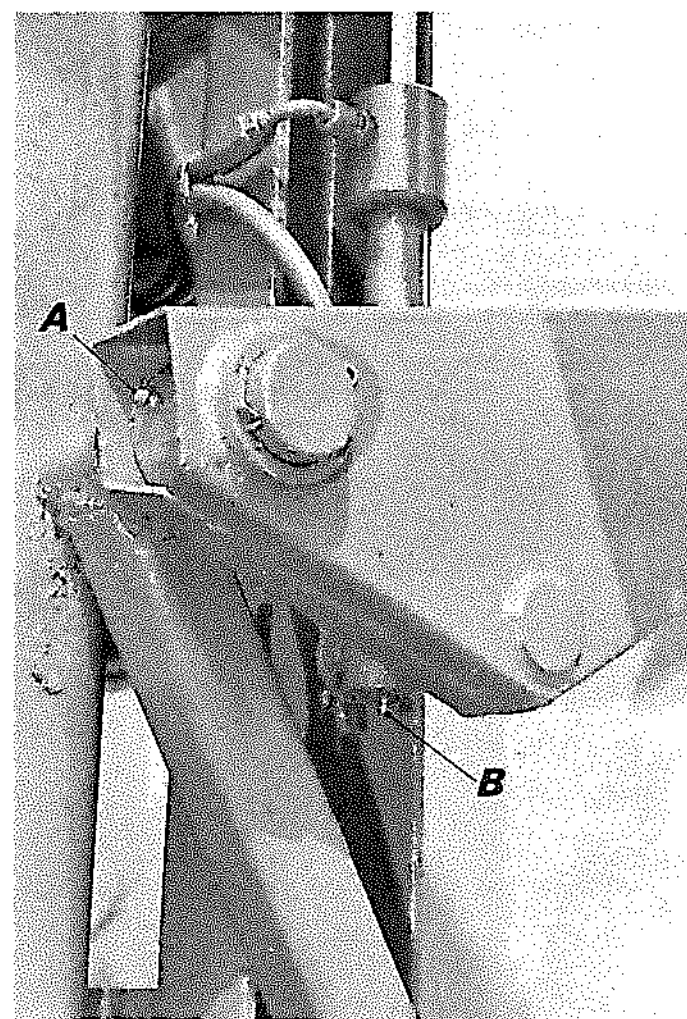

Abb. 6. Schmierpunkte Druckrahmenmechanismus
- Andruckmechanismus (4x) Abb. 6